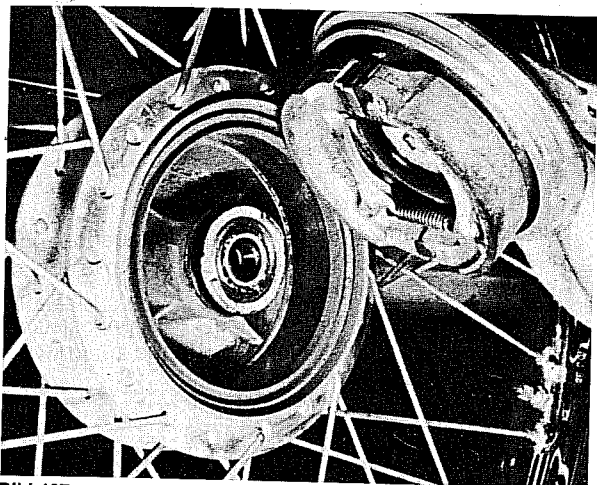

Bild 127
- Die komplette Vorderradbremse mit Ankerplatte lässt sich aus der Trommel ohne weiteres herausnehmen, wenn man die Vorderachse und das Vorderrad demontiert hat (Bild 127).